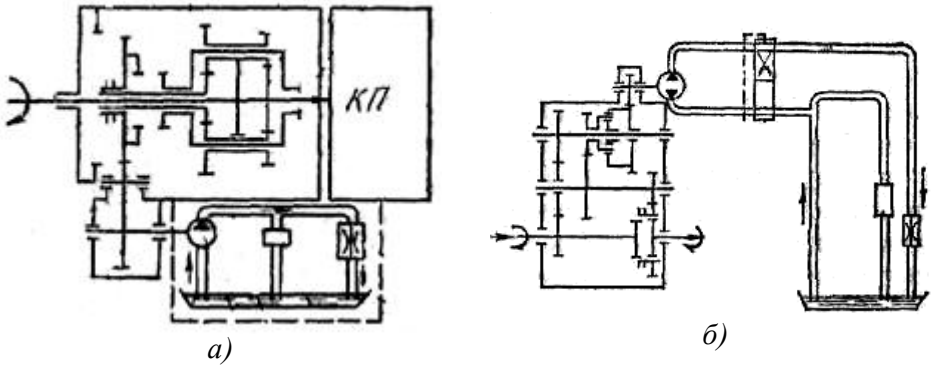

Рисунок 4.9 – Схеми ходозменшувачів
11. На рис. 4.9 а, б приведена схема ходозменшувача трактора. Назвіть його призначення та основні елементи конструкції. Поясніть принцип дії.